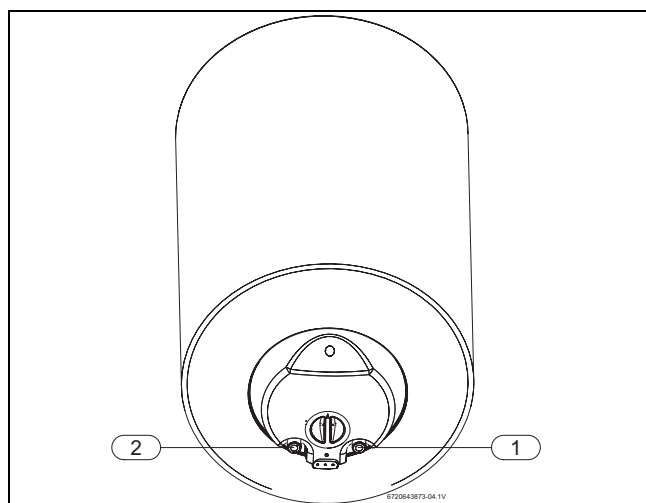

Fig. 7
- Identificar a tubagem de água fria e de água quente, de forma a evitar uma possível troca (→ Fig. 7).